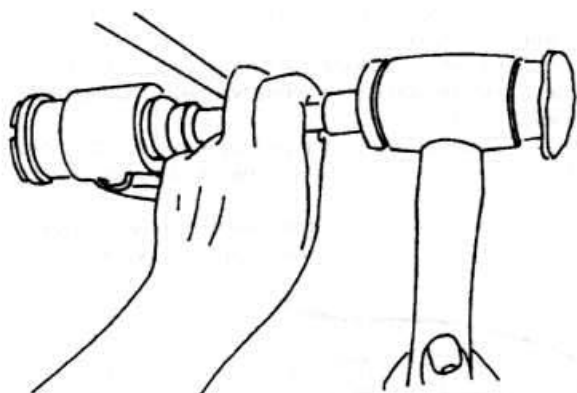

Рис. 4.28
- ♦ Выбейте соответствующе подобранным стержнем резиновые втулки (рис. 4.28).